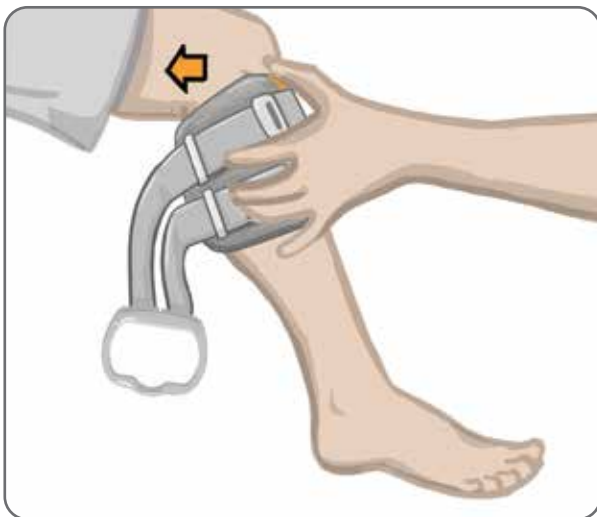

Abbildung 8-6: Aufnehmen der Elektrodenbasen
7. Senken Sie das Unterteil der offenen Unterschenkelmanschette ab, sodass nur die Vorderseite der Manschette Kontakt mit der anterioren Tibia-Oberfläche hat. Schlagen Sie anschließend die Enden der Unterschenkelmanschette um das Bein, um die Elektrodenbasen aufzunehmen. Siehe Abbildung 8-6.